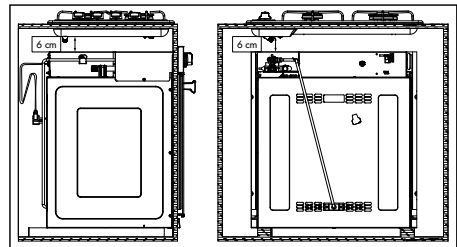

Figura 3
- Si la Estufa de empotrar va a ser instalada en conjunto con un horno, se debe garantizar una distancia mínima de 6 cm entre la tapa superior del horno y la base de la Estufa de empotrar. (Ver Figura 3)